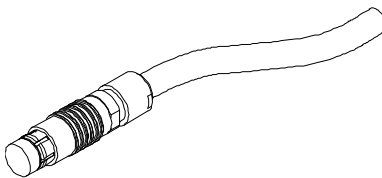

Рис. L-2 19-контактный (4CH) разъем ВТ-ПЭП
- Первый тип: 19-контактный разъем (см. Рис. L-2 на стр. 178), используемый в многокатушечных ВТ-ПЭП.